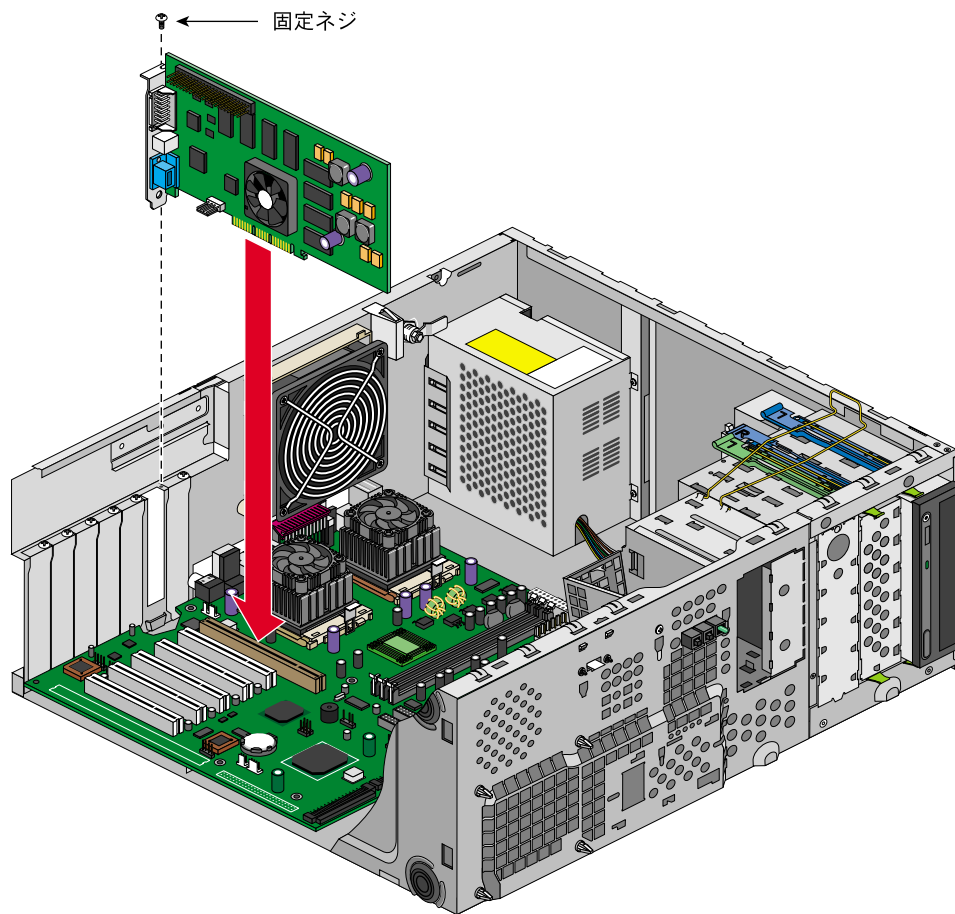

図2-20 拡張カードの取り付け
3. 拡張カードをスロットに挿入し、コネクタに正しく装着されるまでカードを押しこみます。図2-20に、その手順を図示します。
4. 図2-20に示すように、固定ネジをしっかり締めます。